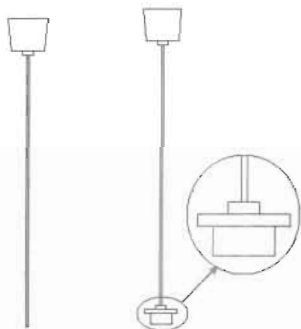

图 3-42
(5) 绘制一个 4×500 的矩形, 使用同样的方法捕捉中点, 移动到大矩形的下方, 如图 3-42 所示。